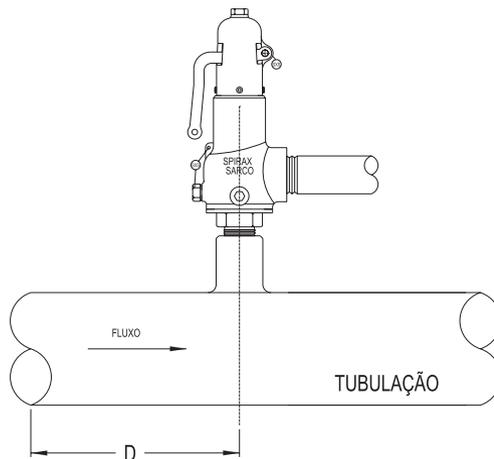

Figura 04
- Para redução dos efeitos de turbulência excessiva na entrada das Válvulas de Segurança as seguintes recomendações devem ser observadas (Figura 04):
- As Válvulas de Segurança devem ser instaladas a uma distância (D) de pelo menos oito a dez diâmetros da tubulação a jusante de qualquer curva, cotovelos, tês, placas de orifício ou outras válvulas. Essa distância deve ser aumentada quando a válvula for instalada na seção horizontal da linha precedida por uma seção ascendente.